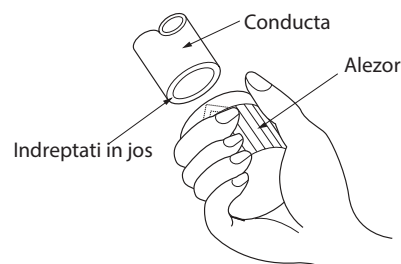

Fig. 7.3
1. Asigurati-va ca unghiul de taiere este de 90°, perfect. Consultati fig. 7.3 pentru exemple de taiere imperfecta.